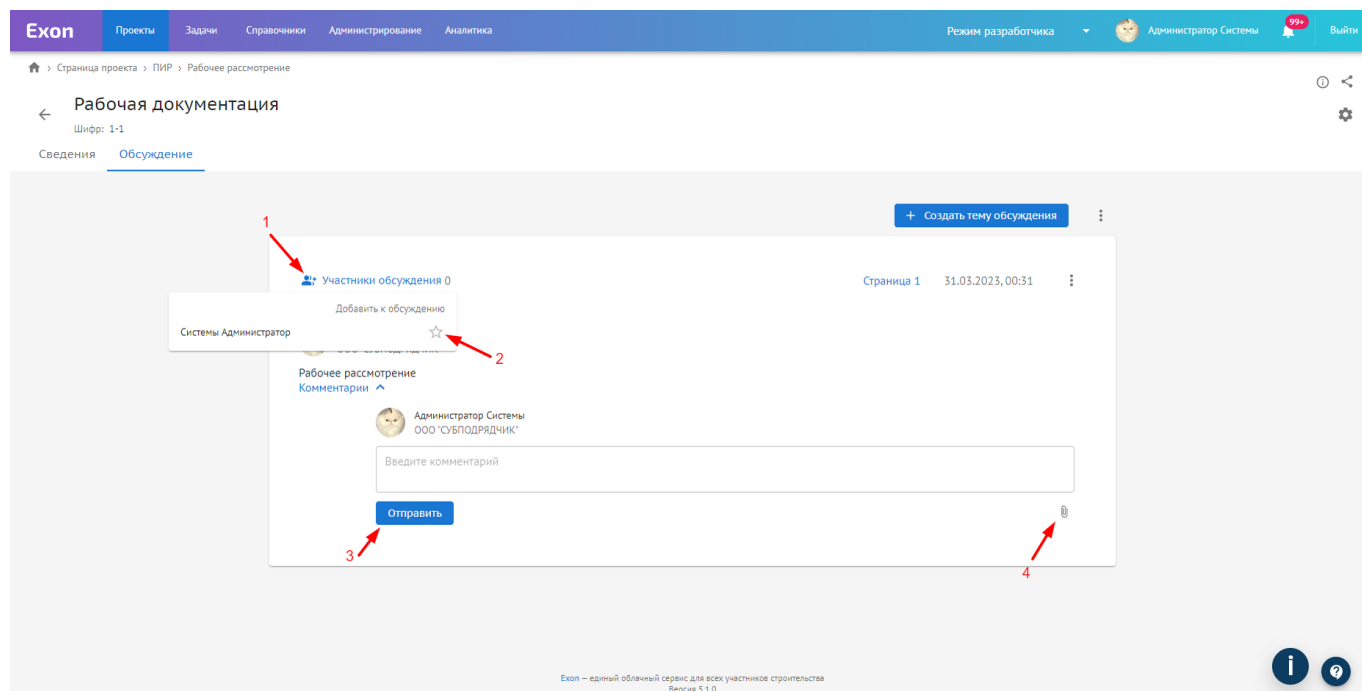

Рис. 108 - Создание обсуждения
7. После того, как вся информация по теме обсуждения будет заполнена, нажать отправить, только после этого станет доступно добавление участников обсуждения (1), отжав звезду напротив имени, нужный сотрудник появится в списке участников обсуждения (2) (список участников включает в себя только тех, кто добавлен в проект), на каждый комментарий можно отвечать (3) и прикреплять к ответу файл (4) (рис.108).